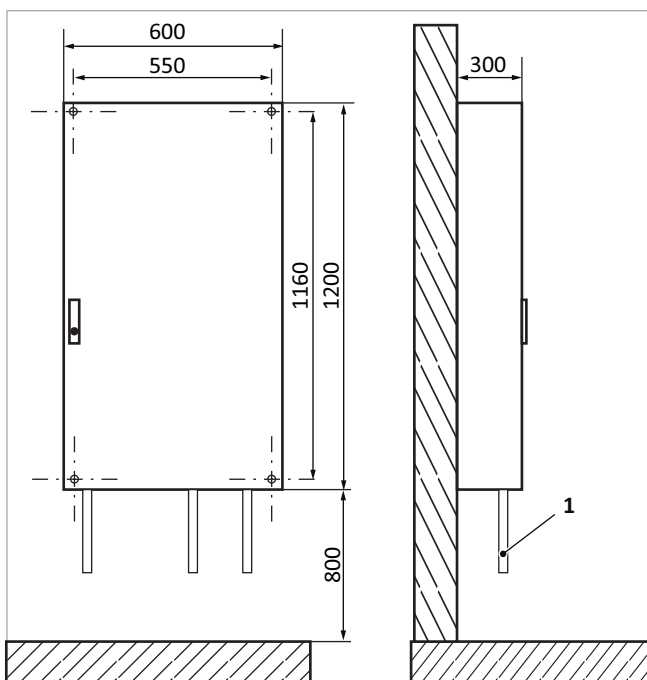

Abb. 3: Anlagenschrank montiert
2. Stellen Sie Montage-Bohrungen mit 10 mm Durchmesser für einen Einbau her, siehe → *Abb. 3*.